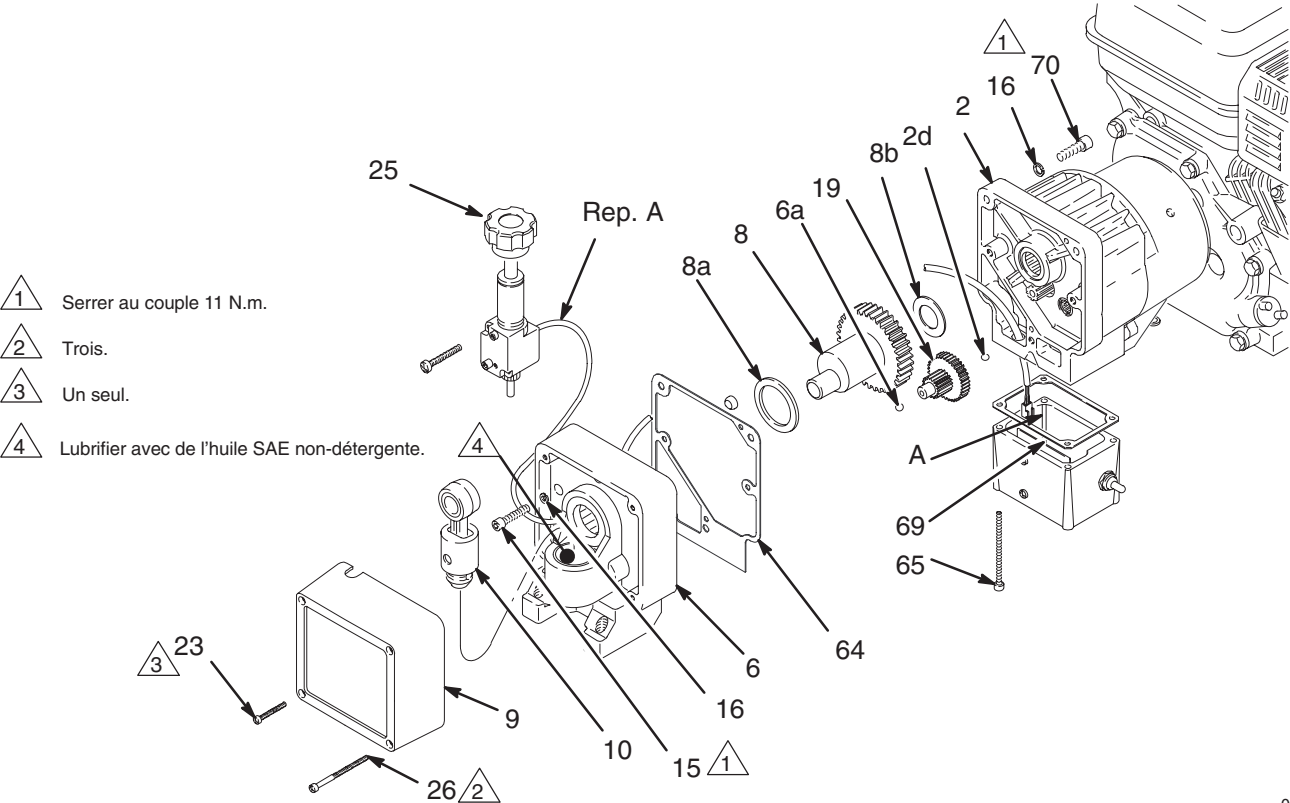

Fig. 8
2. Démontez la commande de pression (25). Voir page 23.
3. Retirez les trois vis du carter de transmission et les rondelles-frein (15, 16). Voir Fig. 8 page 22.
4. Retirez les deux vis du carter de pignonnerie (69) et les rondelles-frein (16). Voir Fig. 8 page 22.
5. Tapoter avec un maillet en plastique sur la partie inférieure de l'arrière du carter moteur (6) pour le desserrer. Extraire le carter de transmission du carter de pignonnerie.